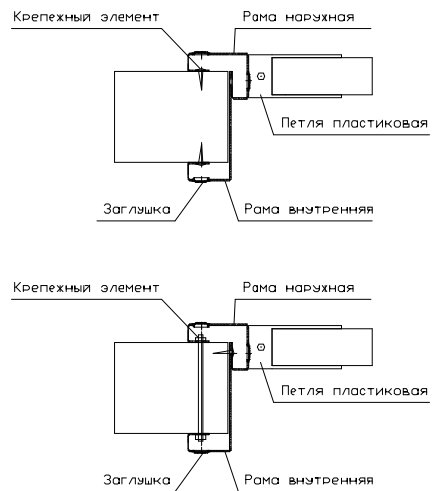

Рисунок 5
- 4.4. Снять штыри из петель, отделить наружную раму от дверных полотен. Установить наружную раму в дверной проем, выдерживая вертикальность стоек, горизонтальность поперечины и размеры по диагоналям. Разметить и просверлить места крепления рамы к стене. Проверить размеры светового проема. Предварительно закрепить раму на 4-5 саморезов с наружной стороны проема (рис. 5).
- 4.8. Окончательно закрепить рамы дверного проема к проему и между собой (рис. 5). Обеспечить жесткую фиксацию рамы в дверном проеме. В отверстия стойки вставить заглушки из комплекта поставки.